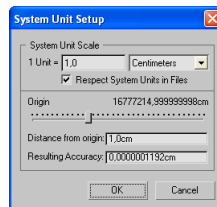

Abbildung 2: Im System Units Setup einstellen, dass 1 MAX-Einheit 1,0 Centimeter entspricht.
2. In diesem **Units Setup** Dialog wird ferner im Unter-Dialog **System Unit Setup** für **System Unit Scale** eingestellt, dass 1 MAX-Einheit 1,0 **Centimeter** entspricht (siehe Abbildung 2)